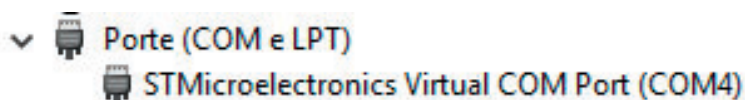

Figura 8.2: Virtual COM se il dispositivo funziona correttamente
2. La finestra si aggiorna ma non viene riconosciuto: Se il dispositivo funziona correttamente dovrebbe essere visibile come in figura 8.2.